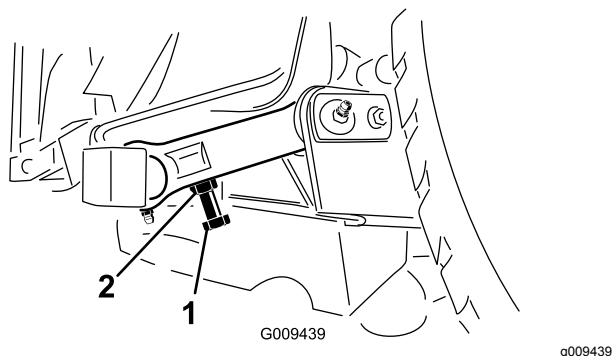

Figura 27
3. Per mettere a punto la distanza dovete accedere al bullone di regolazione, sull'attacco orientabile posteriore del piatto di taglio (Figura 27).